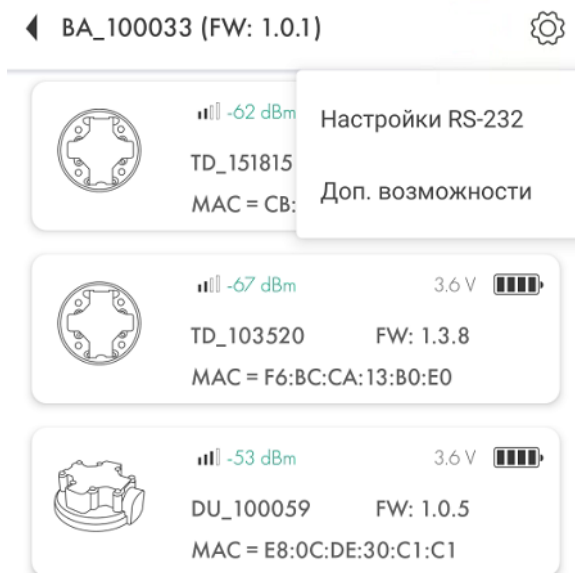
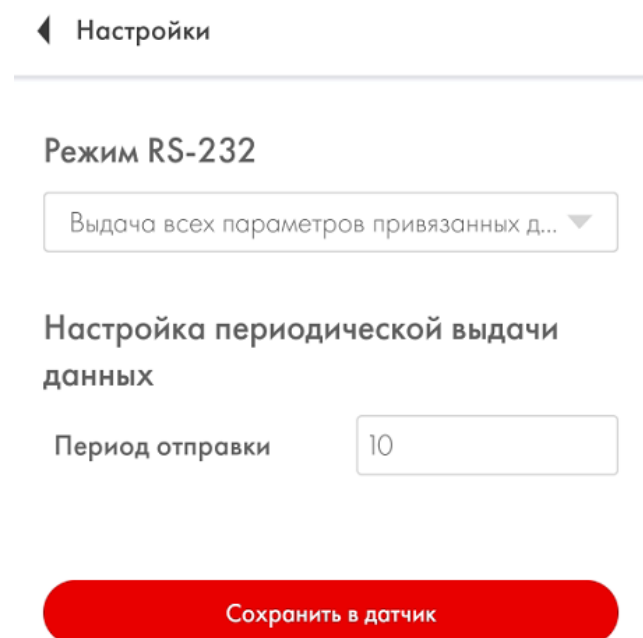

Рисунок 16 – Главное меню, настройки RS-232
Рисунок 17 – Настройка режимов RS-232
2.3.13 Режим RS-232 поддерживает периодическую выдачу выбранных данных (выбираются из списка, показанного на рис. 17). Для его настройки необходимо нажать значок шестеренки в правом верхнем углу окна, нажать **«Настройки RS-232»** (рис. 16).